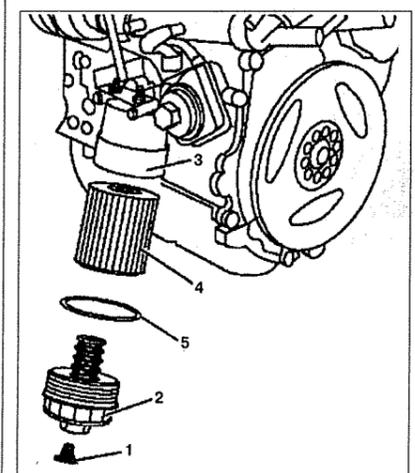

Рис. 1.17. Замена фильтрующего элемента на двигателе 104.900.
16. Открутите сливную пробку 1 в крышке масляного фильтра (см.рис.1.17). Подождите, пока масло не стечет полностью.